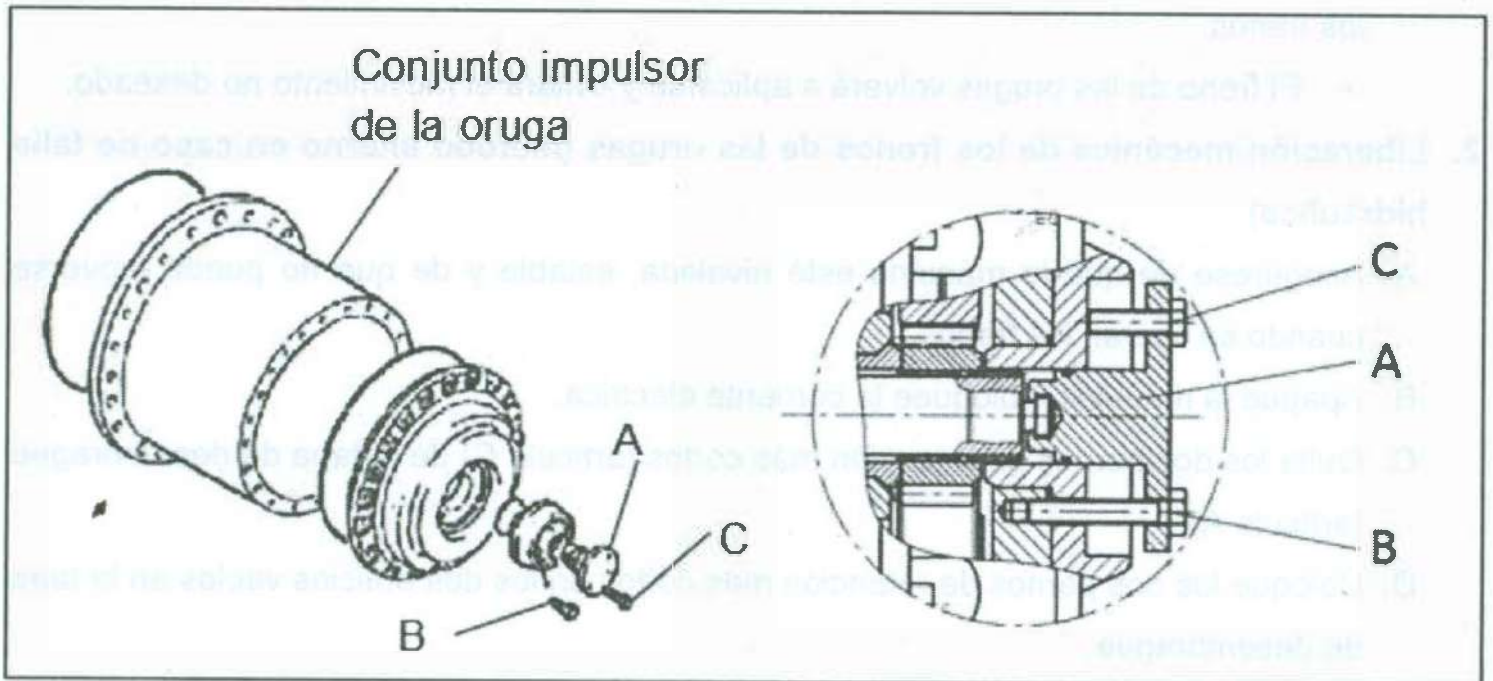

Figura 11. Tapa de desembrague y sujetadores y vista seccional de la misma (Ver Tabla 1).
I. Coloque los dos pernos de retención más largos en su posición original en la tapa de desembrague (Ver figura 11).
J. Coloque los dos pernos de retención más cortos en su posición original en la tapa de desembrague (Ver figura 11).